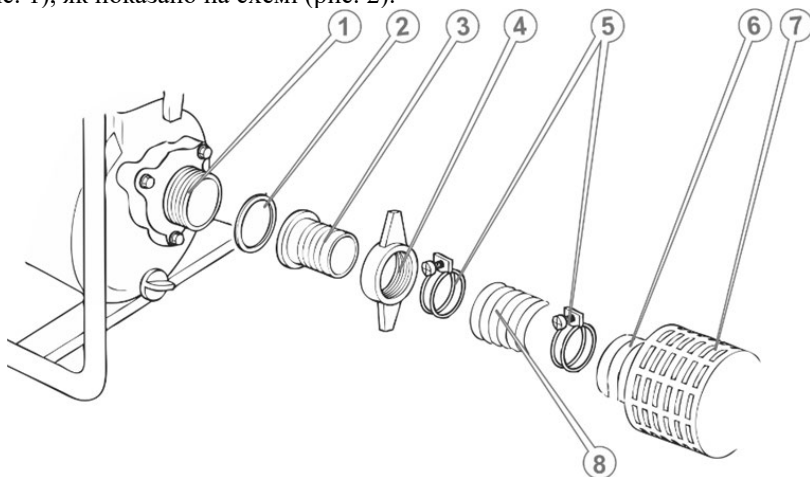

Рисунок 2. Схема під'єднання вхідного рукава з фільтром до насоса.
1. Під'єднати рукав відповідного діаметра до вхідного патрубка (1, рис. 2; 15, рис. 1), як показано на схемі (рис. 2).